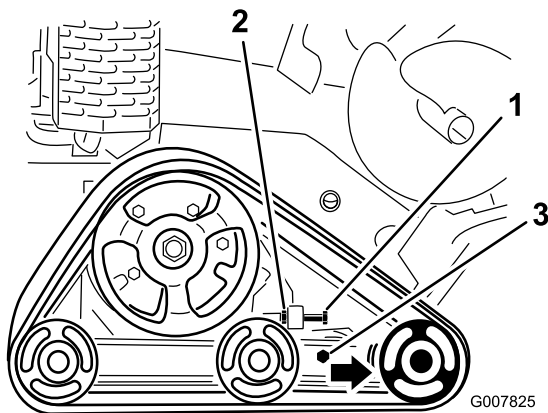

Figura 46
3. Solte a porca no parafuso de regulagem da tensão e os parafusos de aperto no braço de tensão (Figura 46).
4. Aplique torque de 32,5 a 40 N·m (24 a 30 pés-lb) no parafuso de regulagem para apertar a esteira (Figura 46).
4. Solte o parafuso de regulagem da tensão e a porca de aperto (Figura 46).
5. Solte os parafusos de aperto (Figura 46).